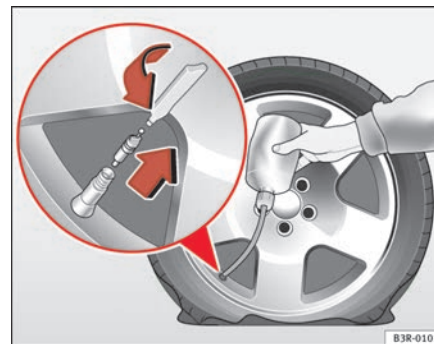

Fig. 195 Efectuar a reparação
- Remova a protecção da válvula do pneu e desenrosque o interior da válvula com a ferramenta fornecida ⇒ página 267, fig. 195.